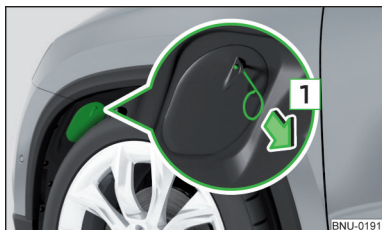

Fig. 341
- Aduceți roțile din față într-o poziție care să vă permită accesul la apărătoarea din pasajul roții față » fig. 341.
- Introduceți capacul și presați-l în deschiderea aferentă » fig. 341. Capacul trebuie să se fixeze bine.